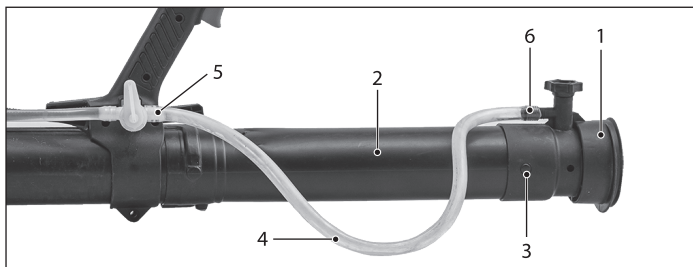

Рис. 6.2
6.2. Для модели GS-63-PRO: установите распылитель в сборе 1 (рис. 6.2) на трубу напорную 2 (тип Б), совместив пазы на распылителе с выступами на трубе 3. Подключите шланг 4 к крану на рукоятке 5. Также убедитесь, что шланг плотно сидит на дозаторе 6.